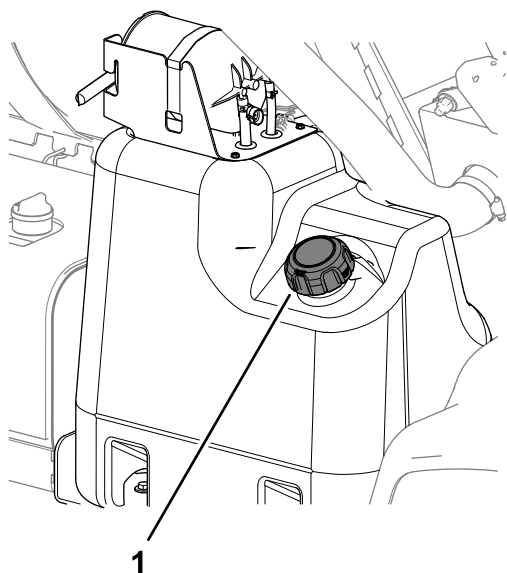

Figura 63
2. Limpie la zona alrededor del tapón del depósito de combustible (Figura 63).